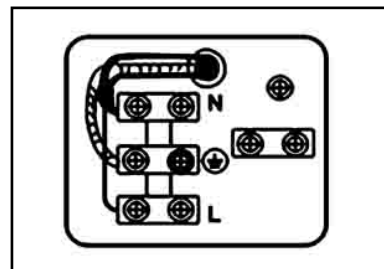

Fig. 1
- Collegare il cavo giallo/verde al morsetto contraddistinto con il simbolo di terra (fig. 1).